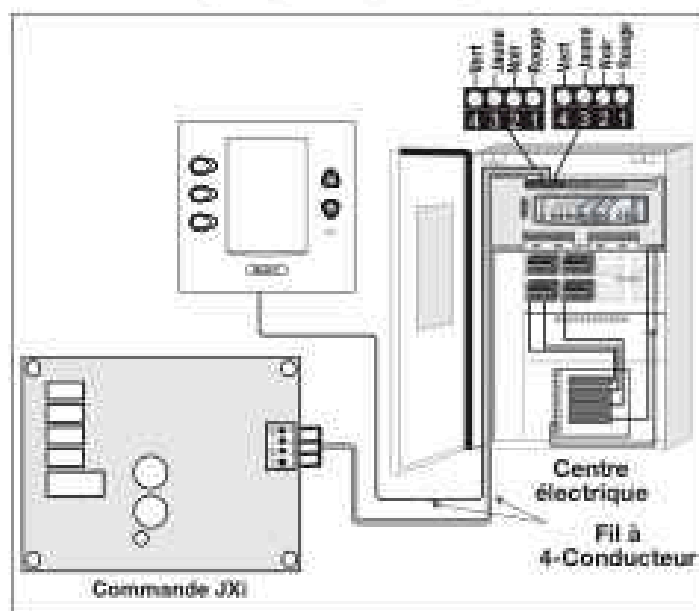

Figure 18. Connexion de l'appareil de chauffage JXi de Jandy au centre électrique
2. Faites passer un câble à 4 conducteurs de l'appareil de chauffage JXi ou du connecteur rouge à 4 broches de l'interface d'alimentation de la thermopompe Air Energy au connecteur rouge à 4 broches du centre électrique (voir la figure 18).